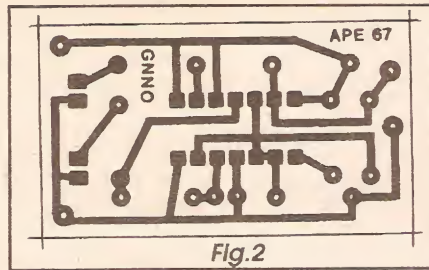

Fig.2
- FIG. 2 - LAY OUT DO CIRCUITO IMPRESSO ESPECÍFICO - Fácilzinha, a placa específica tem seu padrão cobreado definitivo mostrado em escala 1:1, na figura... Pequena e estreita, até um retalho, uma *tripinha* de fenolite perdida na sucata (ou adquirida a *preço de banana*, nas lojas de ofertas...) será suficiente para sua confecção... É recomendável efetuar a traçagem (após marcar a cópia através de carbono...) com decalques ácido-resistentes, devido à presença do integrado, obtendo-se um acabamento mais perfeito e